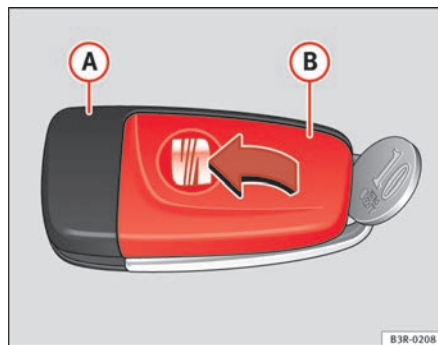

Fig. 69 Chave principal:
- Separe **com cuidado**, fazendo alavanca com uma moeda, a parte da chave ⇒ fig. 69 **A** e a tampa **B**.